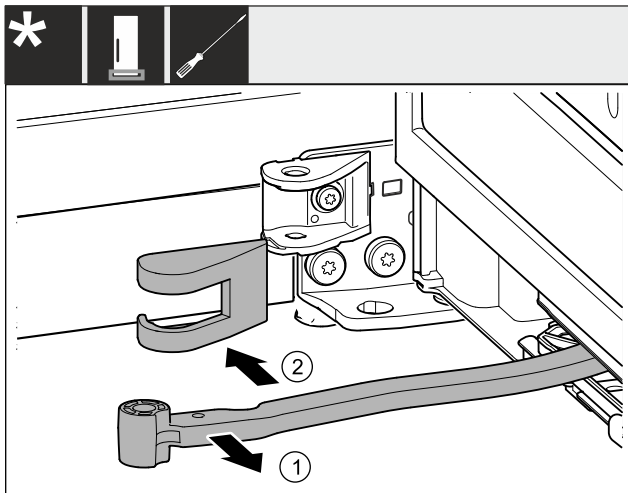

Fig. 6
- ▶ Okrenite zglob u smjeru vrata. Fig. 6 (1)
- ▶ Skinite pokrov podloška ležaja. Fig. 6 (2)